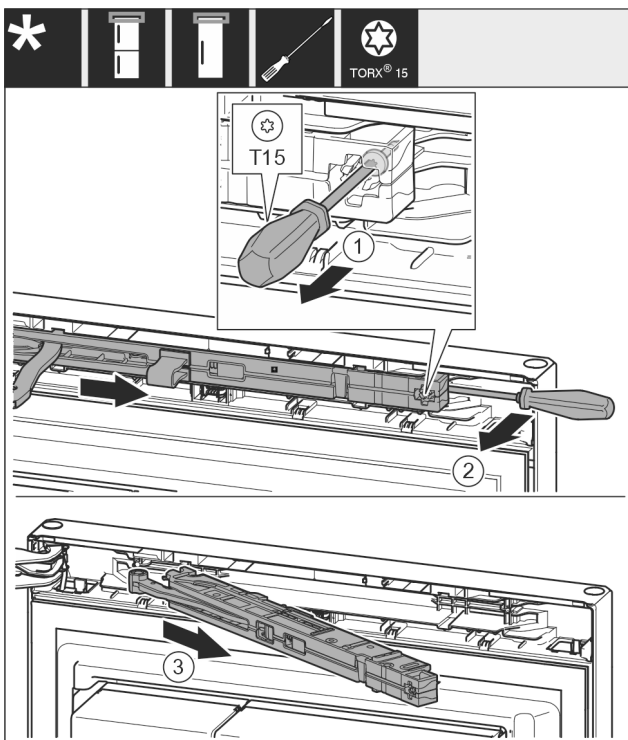

Fig. 12
- ▶ Schraube Fig. 12 (1) an Schließdämpfereinheit mit Schraubendreher 14 mm lösen.
- ▶ Schließdämpfereinheit Fig. 12 (2) griffseitig mit Schraubendreher nach vorne aushebeln.
- ▶ Schließdämpfereinheit Fig. 12 (3) herausziehen.